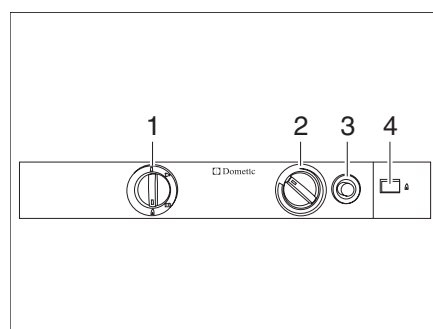

Bild 268 Reglage, knappar för kylskåpet (Dometic 8-serie)
- Ställ energiväljaren (Bild 268,1) i läge "🔥".
- Tryck på vridregulatorn (Bild 268,2), vrid till högsta läge och håll den intryckt i detta läge. Vänta tills gasen strömmar till brännaren.
- Tryck på gaständningsknappen (Bild 268,3) och håll den nedtryckt. Tändning sker automatiskt.
- Håll gaständningsknappen (Bild 268,3) nedtryckt tills flamindikatorn (Bild 268,4) blir grön, släpp sedan upp vridregulatorn.
- Håll vridregulatorn (Bild 268,2) i ytterligare 10 till 15 sekunder, släpp den sedan.
- Ställ energiväljaren (Bild 268,1) i läge "⚡".
- Ställ in kyltemperaturen med vridregulatorn (Bild 268,2).
- Ställ energiväljaren (Bild 268,1) i läge "🔋".